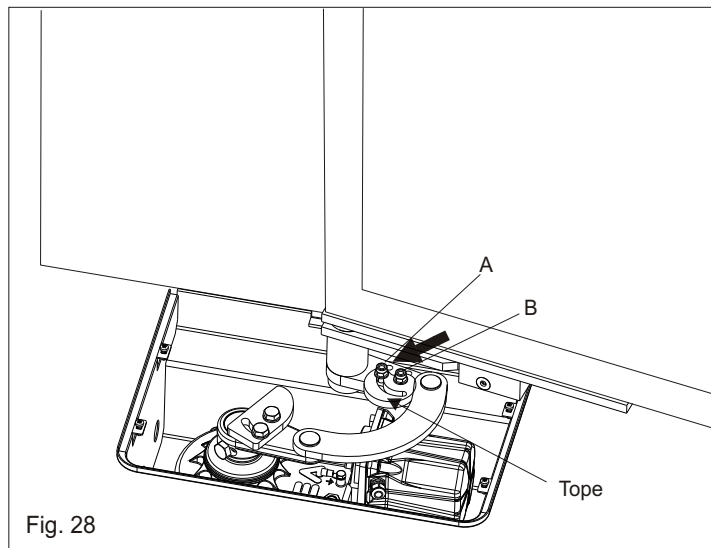

Fig. 28
6.4. Aflojar las tuercas A y B, rotar la leva hasta el tope con la controbiella y volver bloquear las tuercas (Fig. 28)